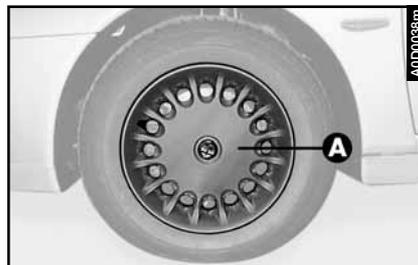

fig. 4
– Enlever l'enjoliveur (**A-fig. 4**) (pour les versions avec jantes en acier seulement) en faisant levier sur le bord avec le tourne-vis à tête plate prélevé de la boîte à outils.
— Enlever l'enjoliveur (**A-fig. 4**) s'il est présent, en faisant levier sur le bord avec le tournevis à tête plate prélevé de la boîte à outils.